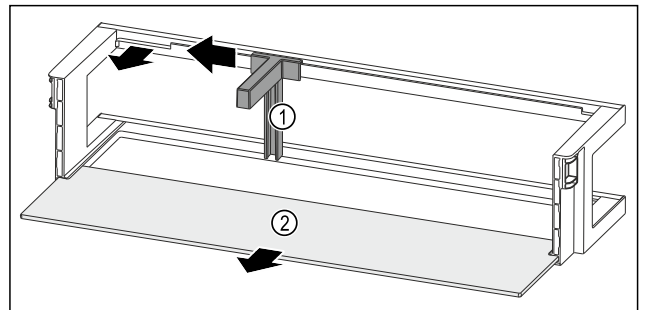

Fig. 214 带瓶托和搁板的门边存放架
- ▶ 将瓶托 Fig. 214 (1) 推至槽边。
- ▶ 取出瓶托 Fig. 214 (1)。
- ▶ 取出搁板 Fig. 214 (2)。